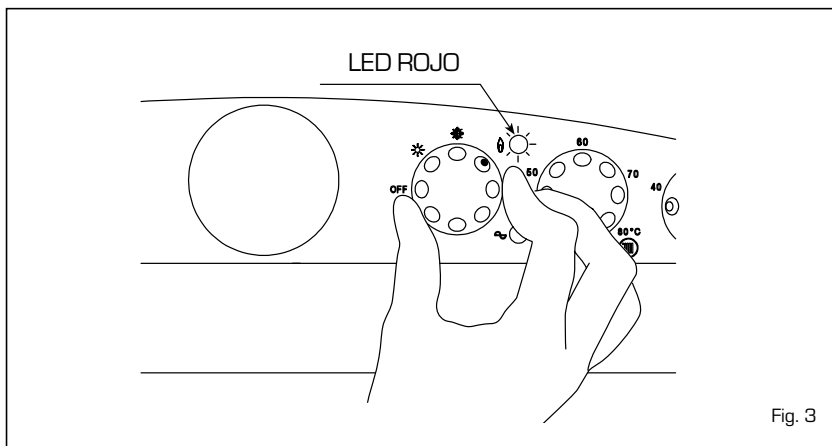

Fig. 3
**- Bloqueo del encendido/intervención termóstatos de seguridad y humos (fig. 3)**